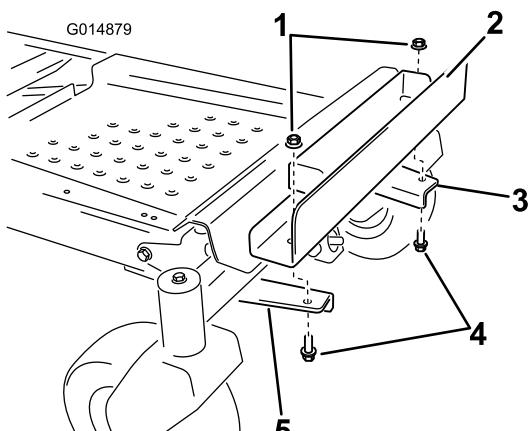

Figura 8
5. Installate la staffa di supporto della zavorra sulla staffa di montaggio (Figura 8). Allineate i fori esterni della staffa alle staffe di montaggio precedentemente installate. Accertatevi che la staffa sia in posizione centrale rispetto al telaio. Fissatela con due bulloni (3/8 x 1 poll.) e due dadi di bloccaggio (3/8 poll.).